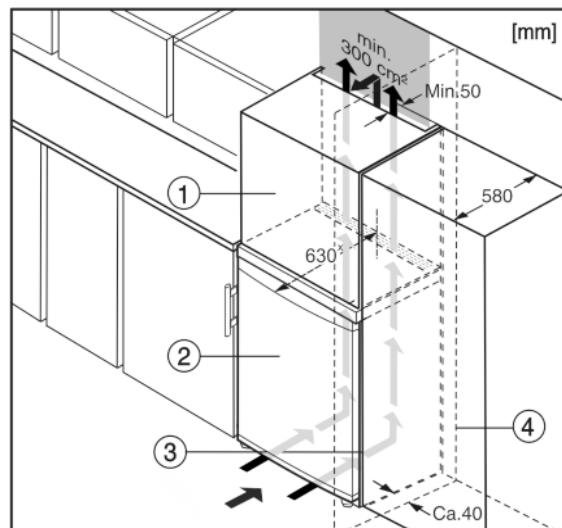

Fig. 10
- (1) Дополнительный шкафчик
(2) Устройство
(3) Кухонный шкаф
(4) Стенка
Устройство может быть окружено кухонными шкафами. Чтобы уравнять устройство *Fig. 10 (2)* по высоте с кухонной стенкой, можно установить над устройством дополнительный шкафчик *Fig. 10(1)*.
При комбинировании с кухонными шкафами (глубина макс. 580 мм) устройство можно установить непосредственно рядом с кухонным шкафом *Fig. 10 (3)*. Устройство выступает сбоку на 34 мм^x и по центру на 50 мм^x относительно передней стенки кухонного шкафа.
Если устройство установлено на шарнирах у стены Fig. 10 (4), то расстояние между устройством и стеной должно быть не менее 40 мм. Настолько выступает ручка при открытой дверце.